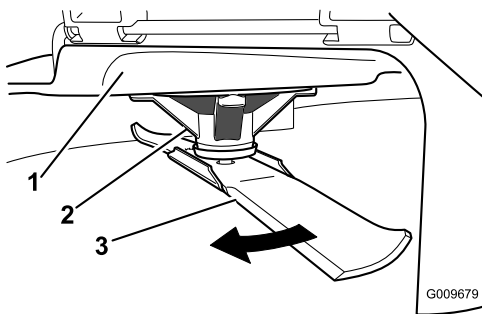

Bild 48
- Tragen Sie dicke Handschuhe oder andere angemessene Handschuhe und drehen Sie das Messer, das Sie messen möchten, langsam in eine Stellung, in der das Messen des Abstands zwischen der Schnittkante und der ebenen Fläche der Maschine möglich ist (Bild 48).